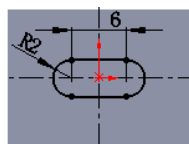

图 16.6.33 横断面草图
② 定义横断面草图。在草图环境中绘制图 16.6.33 所示的横断面草图。
③ 选择下拉菜单 **插入(I)** → **退出草图** 命令，退出草图环境，此时系统弹出“凸台—拉伸”对话框。